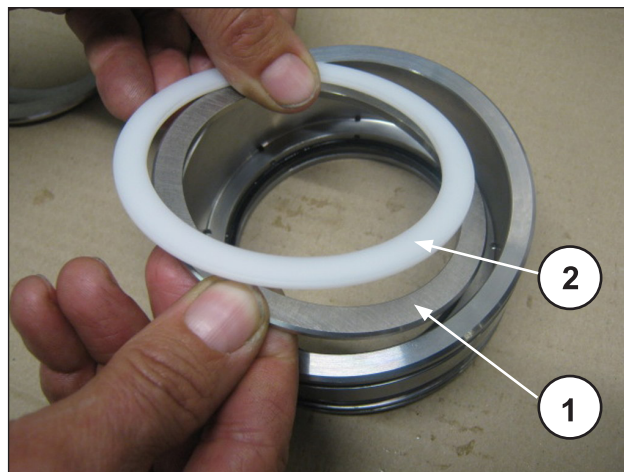
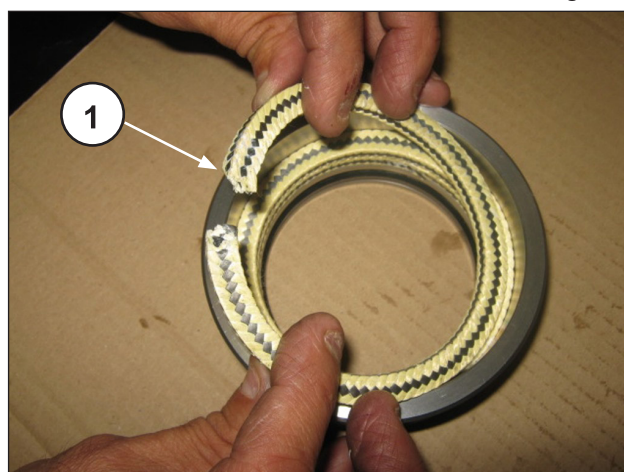

Fig. 250
Fig. 251
Monter l'anneau de support et la bague anti-extrusion (rep. ①②, Fig. 250), les trois presse-étoupes, en s'assurant que les découpes se trouvent à 120° l'une par rapport à l'autre (rep. ①, Fig. 251), l'anneau racleur des presse-étoupes et l'anneau du ressort (rep. ①②, Fig. 252).